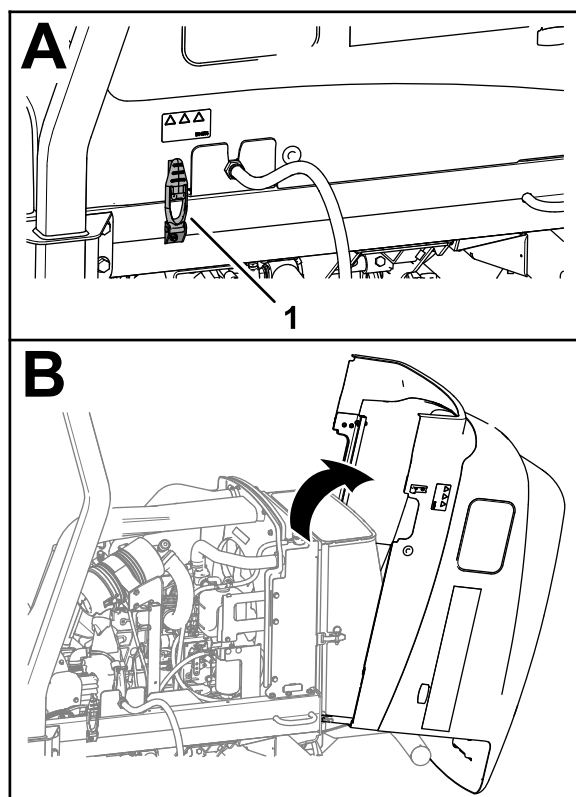

Рисунок 59
1. Разблокируйте 2 защелки капота (Рисунок 59).